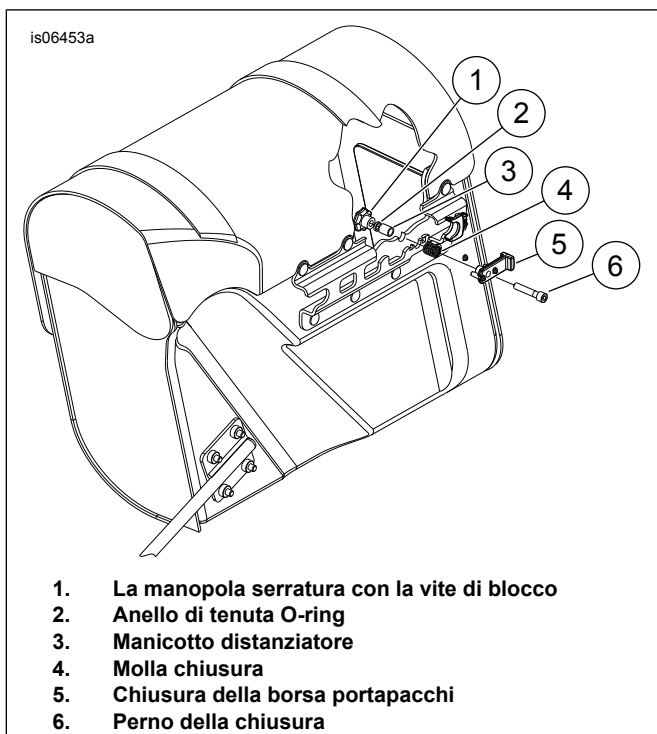

Figura 5. Gruppo chiusura borsa
1. Vedere Figura 5. Aprire e staccare il coperchio della borsa e aprirla.
2. Tirare il pomello (1) posizionato nell'angolo posteriore superiore all'interno della borsa. Ruotare il pomello verso la parte posteriore della borsa (in senso orario per la borsa di sinistra, in senso antiorario per la borsa di destra).